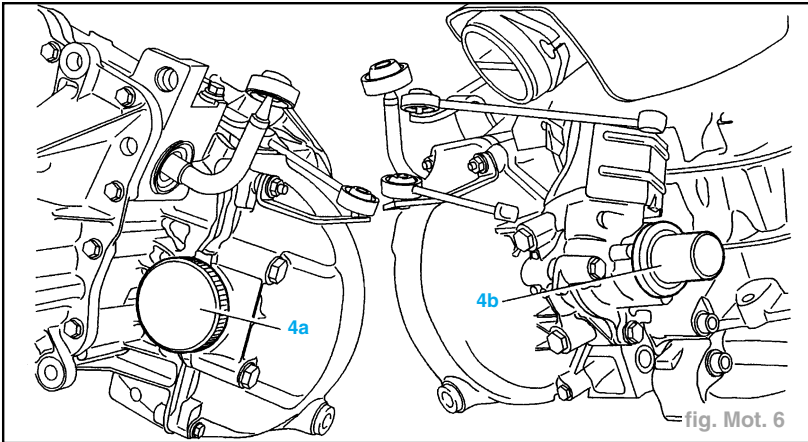

fig. Mot. 6
- Remplacer les joints à lèvres de sortie de pont à l'aide des tampons (4a, 4b), après avoir garni de graisse l'intervalle entre les lèvres (figure Mot. 6).